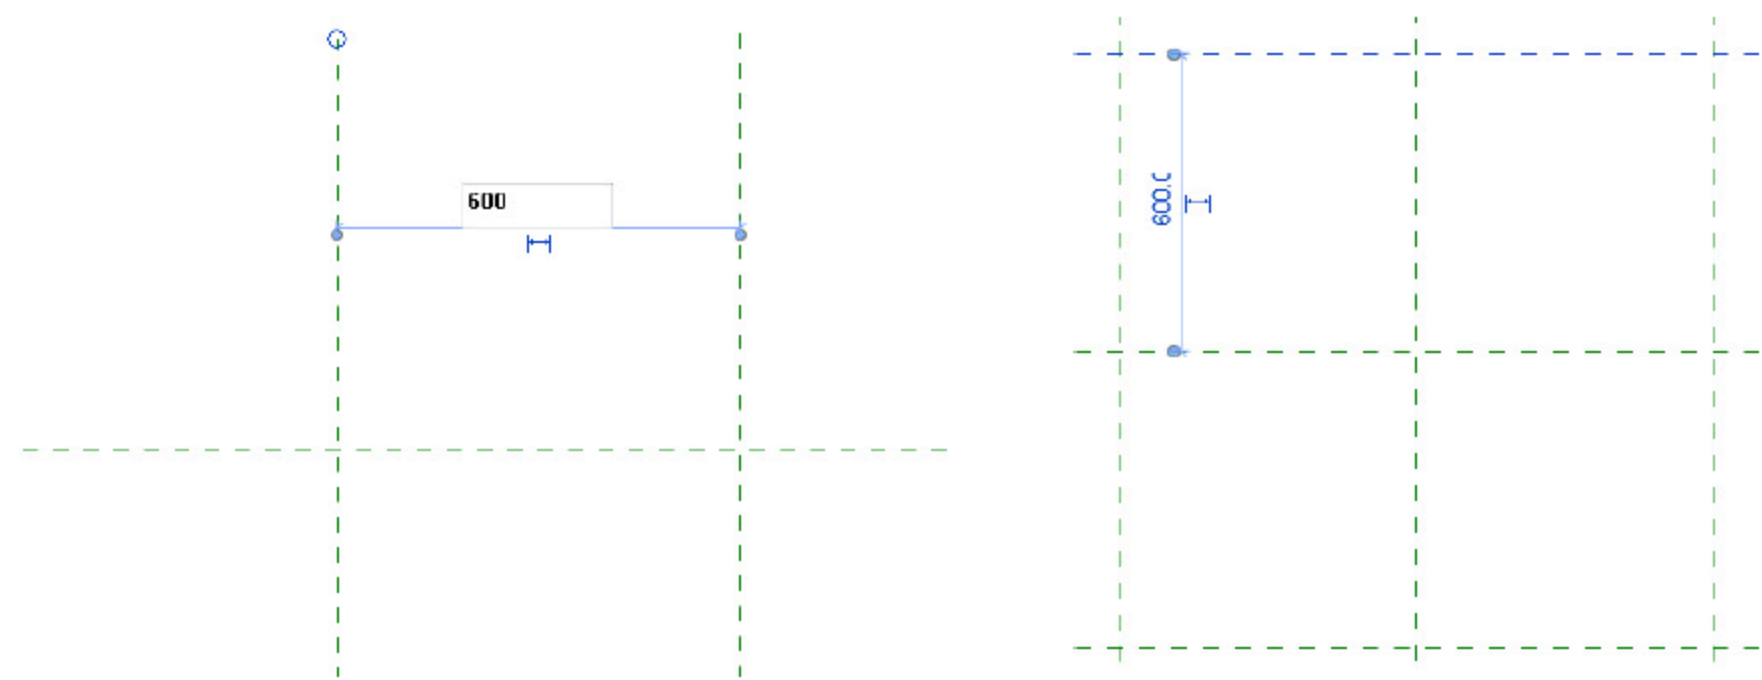

图 2.1.2 定义承台长和宽
(2) 设置承台长和宽。在“楼层平面”视图中，绘图界面上的虚线十字交叉点，表示承台的几何中心点，所以定义承台长和宽时，可以以十字交叉线为参照平面。按快捷键 R+P，绘制任意一个辅助平面平行于纵向参照平面，将光标移向数字，输入数值 600。选择“辅助平面”，按两次快捷键 M，选择“纵向参照平面”镜像，如图 2.1.2 所示。以同样的方法定义承台宽。